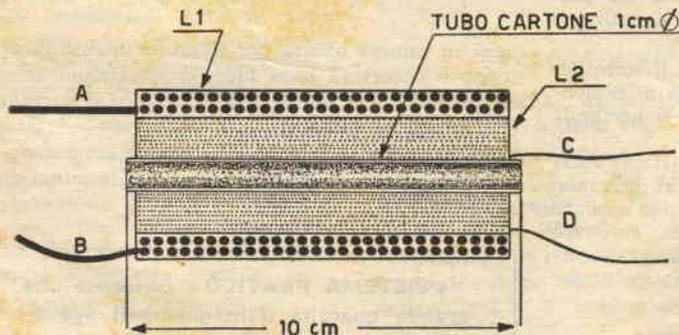

Fig. 4. — Questa la disposizione d'obbligo dei vari componenti che costituiscono l'alimentatore.
9.000 spire. (Fig. 4) Occorrerà isolare ogni strato, da quello precedente, con un sottilissimo foglio di carta cellophane o simile.